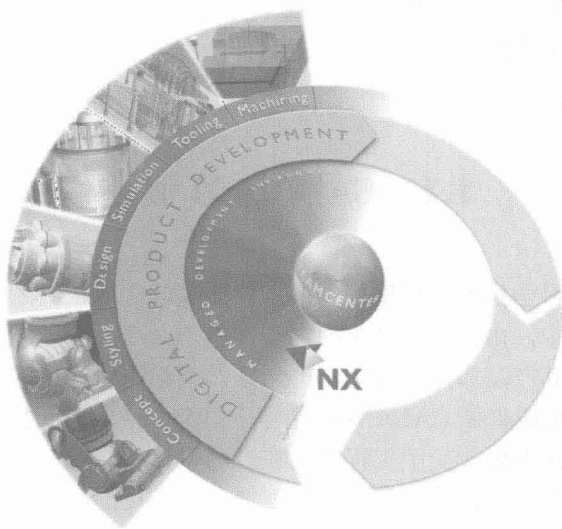

图 1.1 NX 数字化产品开发流程
^④ NX 是一个用于完整的产品工程的 CAD/CAM 解决方案（如图 1.1 所示）。它能很好地帮助制造商在集成的数字化环境中设计、模拟、验证产品及其生产过程，能有效地捕捉、应用和共享整个数字化过程的知识，为制造商提高其战略优势。